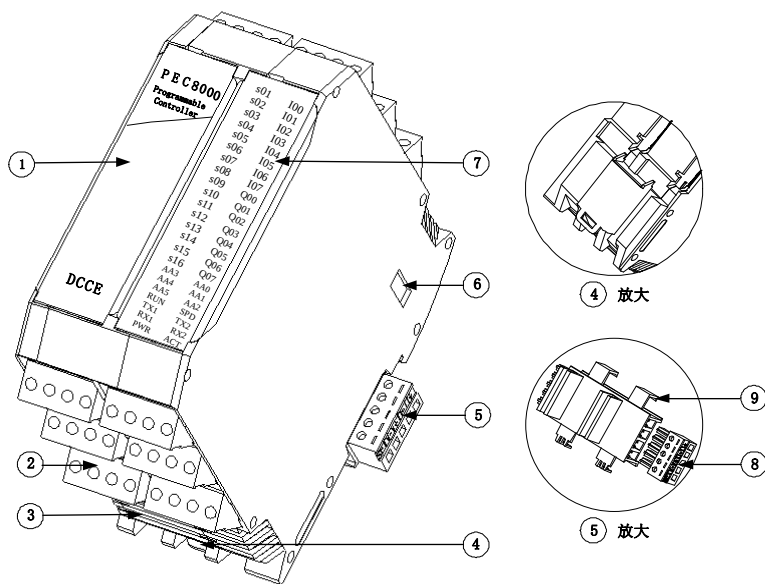

图 4-1-1 整体外观
PEC8000 主要由以下几部分组成：①型号贴：说明产品型号。②输入输出端子：输入输出与通信接线端子。③散热口：确保产品快速散热。④导轨卡扣：将控制器安装到 DIN 导轨上的夹具。⑤总线连接器：由电源端子⑧（24V 电源与串口 1 接线端子）和连接器底座⑨组成。⑥拨码区：硬地址设置。⑦指示灯：指示设备运行状态。图 4-1-1 为产品整体外观图。